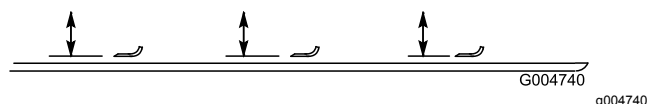

Figura 108
2. Rode a lâmina até que a extremidade fique virada para a frente e para trás e meça entre o interior da plataforma do cortador e a parte cortante na zona dianteira da lâmina (Figura 108).